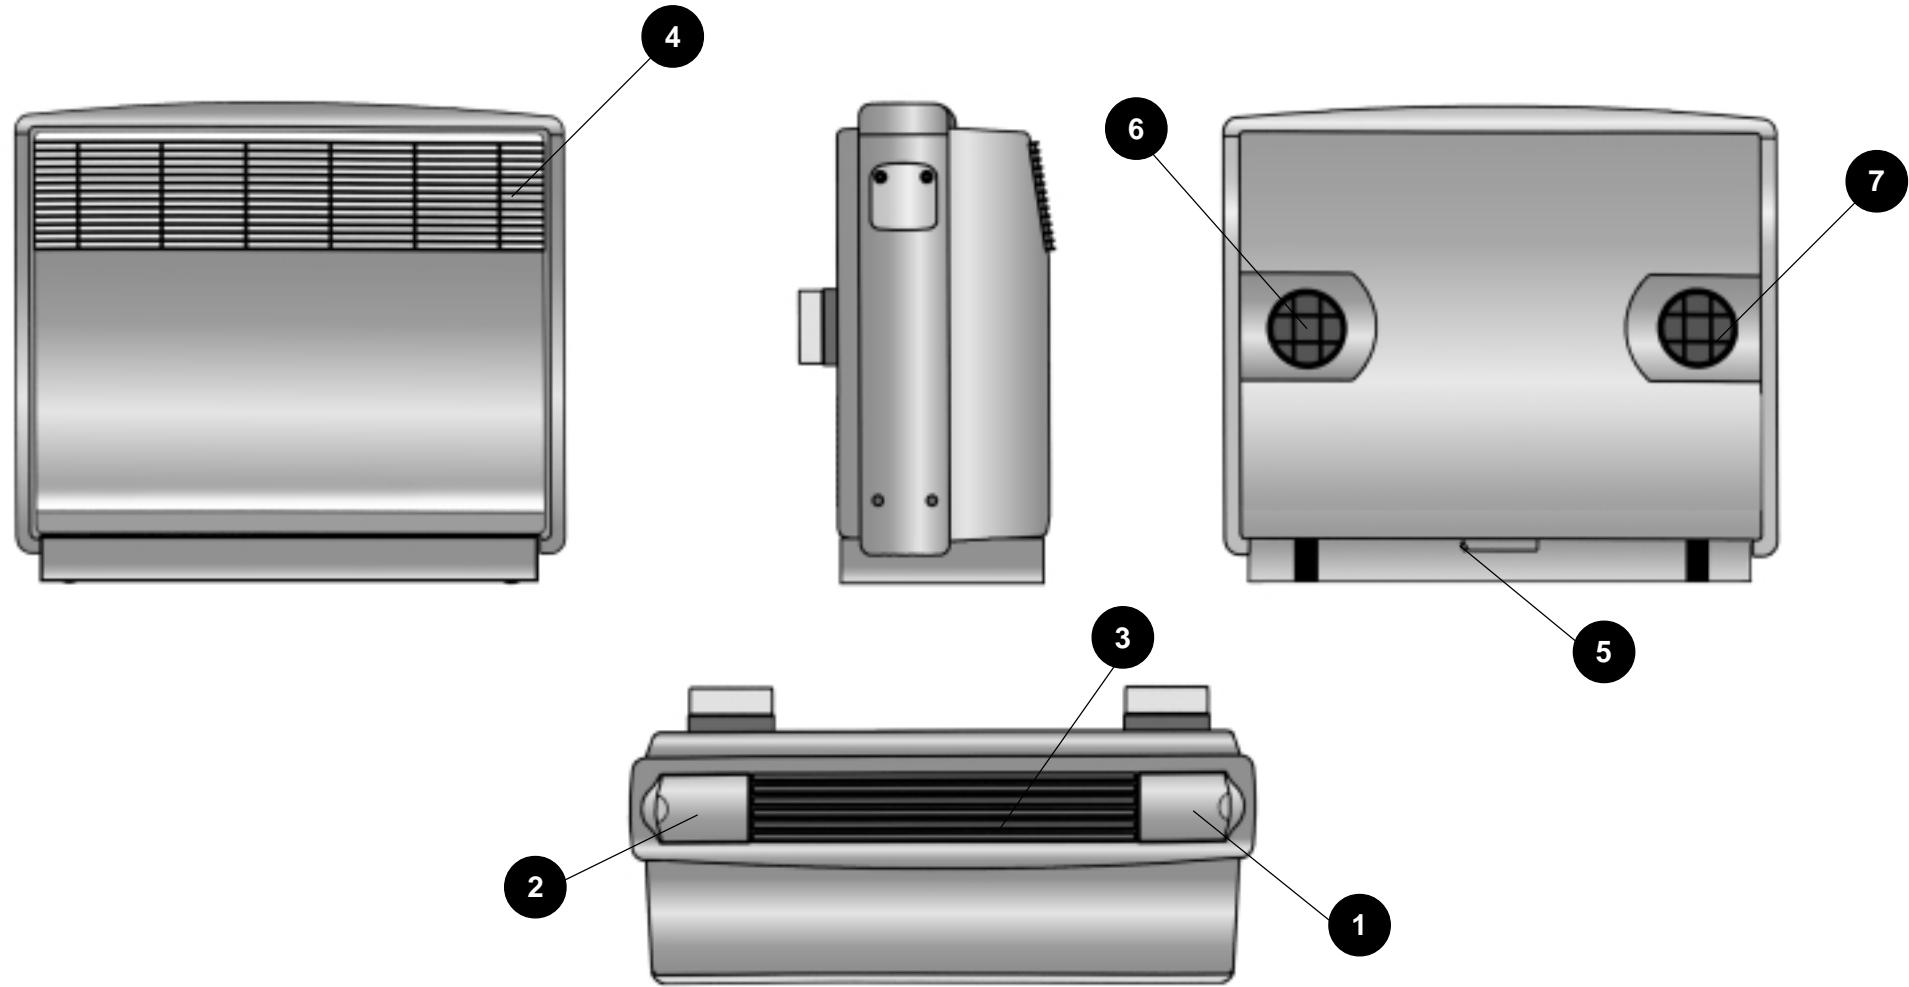

Fig. 1
- Assicuratevi che tende o altri oggetti non ostruiscano il filtro di aspirazione (fig 1 - 4).